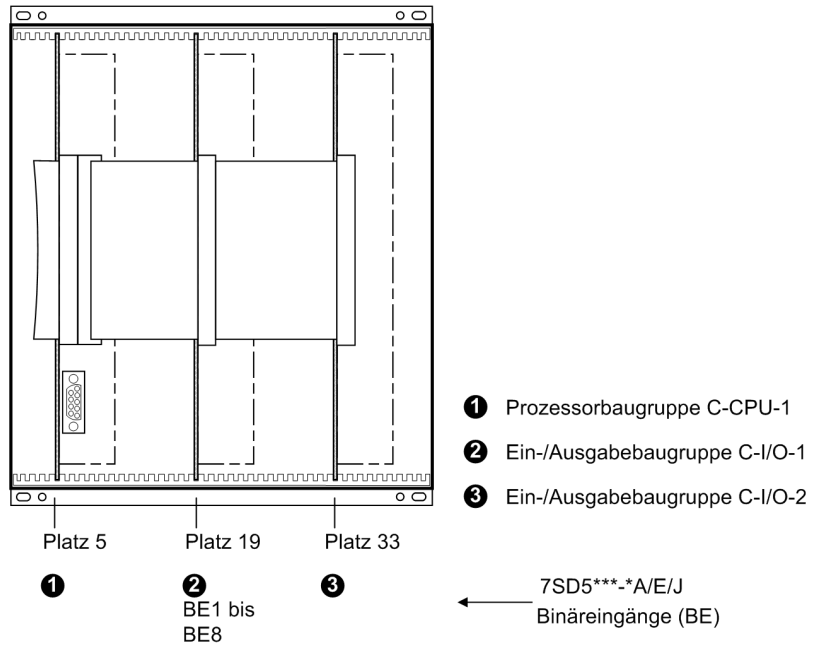
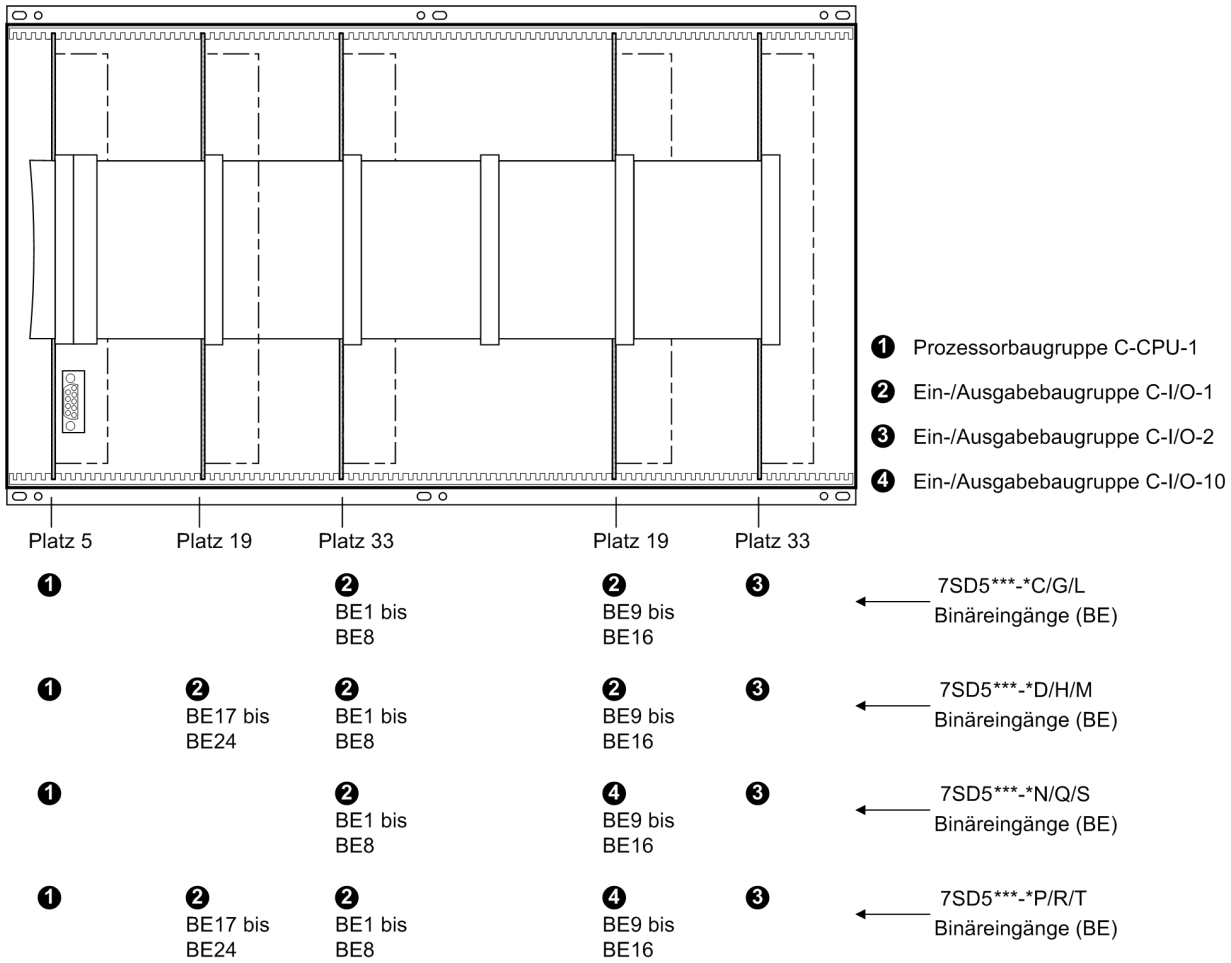

Bild 3-3 Frontansicht Gehäusegröße $1/2$ nach Entfernen der Frontkappe (vereinfacht und verkleinert)
Bild 3-4 Frontansicht Gehäusegröße 1/1 nach Entfernen der Frontkappe (vereinfacht und verkleinert)
Die Anordnung der Baugruppen für die Gehäusegröße $1/2$ aus Bild 3-3 und für die Gehäusegröße $1/1$ aus Bild 3-4 hervor.
- Steckverbinder des Flachbandkabels zwischen Prozessorbaugruppe C-CPU-1 (Nr. 1 in Bild 3-3 bzw. 3-4) und den Ein/Ausgabebaugruppen I/O (je nach Bestellvariante Nr. 2 bis 3 in Bild 3-3 bzw. 3-4) lösen.
- bei Gehäusegröße 1/2 auf der Ein-/Ausgabebaugruppe C-I/O-1 (Nr. 2 in Bild 3-3, Platz 19),
- bei Gehäusegröße 1/1 auf der Ein-/Ausgabebaugruppe C-I/O-1 (Nr. 2 in Bild 3-4, Platz 33 links).
- Bei den Ausführungen 7SD5***-**D/H/M** (Gehäusegröße $1/1$ mit 32 Binärausgängen) gilt das für die Binärausgaben BA16 und BA24 (Bild 3-4, Platz 19 links und rechts);
- Bei den Ausführungen 7SD5***-**C/G/L** (Gehäusegröße $1/1$ mit 24 Binärausgängen) gilt das für die Binärausgaben BA16 (Bild 3-4, Platz 19 rechts);
- Bei den Ausführungen 7SD5***-**P/R/T** (Gehäusegröße $1/1$ mit 32 Binärausgängen und Kommandobeschleunigung) gilt das für die Binärausgaben BA24 (Bild 3-4, Platz 19 links).
bei Gehäusegröße $\frac{1}{2}$: Nr. 3 in Bild 3-3, Platz 33,
bei Gehäusegröße $\frac{1}{4}$: Nr. 3 in Bild 3-4, Platz 33 rechts.
bei Gehäusegröße $1/2$: Nr. 3 in Bild 3-3, Platz 33,
bei Gehäusegröße $1/1$: Nr. 3 in Bild 3-4, Platz 33 rechts.
Die Schnittstellenmodule befinden sich auf der Prozessorbaugruppe C-CPU-1 (Nr. 1 in Bild 3-3 und 3-4).